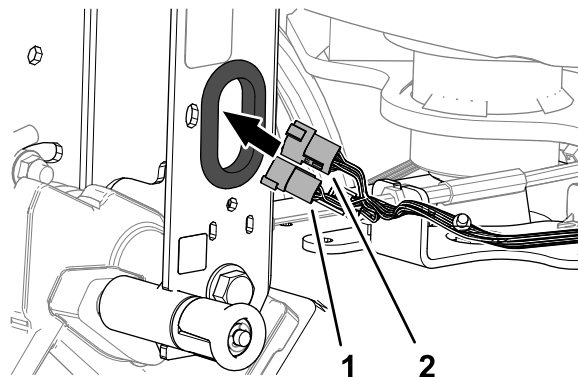

Figura 8
1. Enrute el conector de 6 pines y el conector de 12 pines del arnés de cables de la máquina a través del pasacables del perfil del manillar (Figura 8).